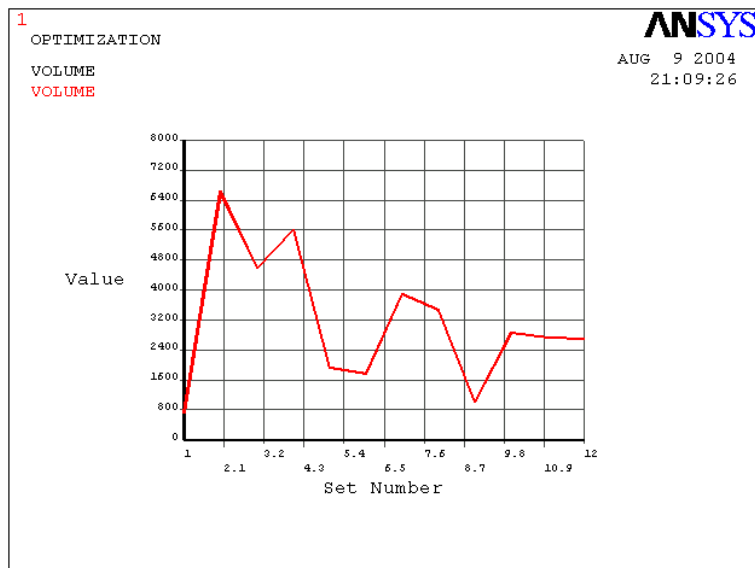

图12.22 目标函数曲线
(4) 在【X-variable parameter】列表框中选择【Set number】，表示设计序列号，在【Y-variable params】列表框选择目标函数【VOLUME】，然后单击【OK】按钮。得到如图 12.22 所示的曲线，显示了目标函数随设计序列号变化趋势。